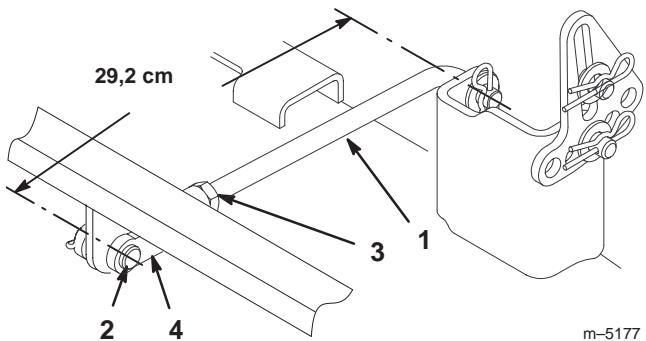

Bild 40
- Messen Sie die Länge der hinteren Drehzapfenlänge (Bild 40). Entfernen Sie, wenn die Länge der Stange nicht 29,2 cm beträgt, den Splint und den Lastösenbolzen vom Ende der Stange (Bild 40), lockern die Klemmmutter und drehen das Joch, bis die Länge von
10. Ziehen Sie, wenn die Schnittmesserneigung von vorne nach hinten korrekt ist, die Klemmmuttern fest (Bild 40 und 42).